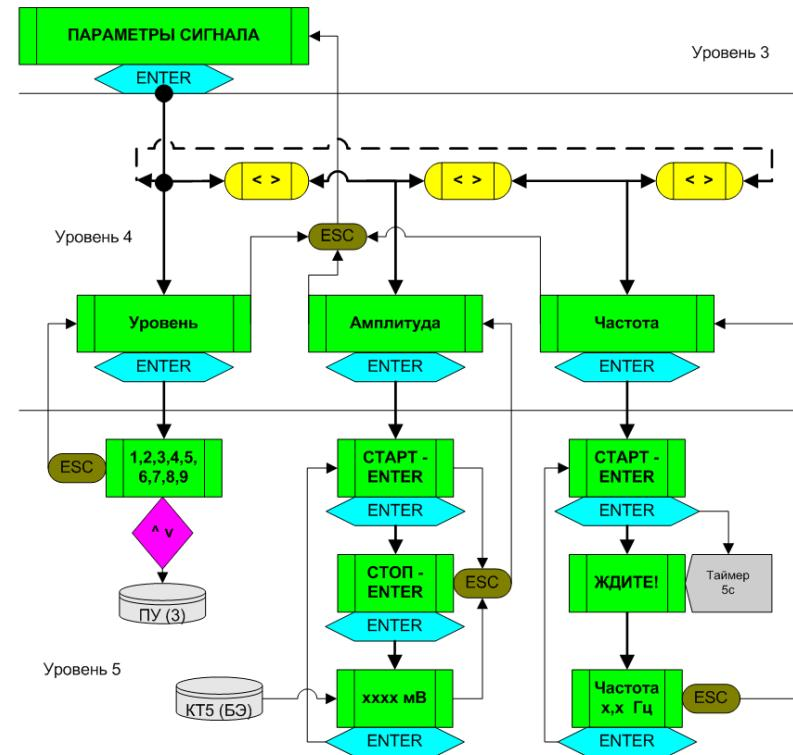

Рис. 3.2. Структурная схема раздела «ПАРАМЕТРЫ СИГНАЛА» системного меню ПУ
2.2.2.4. Раздел «ПАРАМЕТРЫ СИГНАЛА» при нажатии клавиши «ENTER» переходит в 3 подраздела (4-й уровень системного меню): «Уровень», «Амплитуда», «Частота». Переход между подразделами осуществляется с помощью клавиш «→» или «←». Переход на более высокий уровень осуществляется с помощью клавиши «ESC». На рис. 3.2. представлена структурная схема раздела «ПАРАМЕТРЫ СИГНАЛА».
Для измерения резонансной частоты в системном меню (основного уровня) предусмотрен раздел «ПАРАМЕТРЫ СИГНАЛА», в который входят 3 подраздела (рис. 3.2.). Процесс измерения начинается с подраздела «Амплитуда», в котором измеряется амплитуда шума в КТ5 при текущем (штатном) состоянии СЗ (в отсутствии воздействий). Затем в подразделе «Уровень» выставляется порог дискриминации значимого сигнала (помехи), превышающий амплитуду шума. И, наконец, в подразделе «Частота» определяется искомая резонансная частота СЗ.
2.2.4.3. В разделе системного меню «ПАРАМЕТРЫ СИГНАЛА» (рис. 3.2.) нажать клавишу «ENTER» и войти в подраздел «Уровень», перейти (с помощью клавиши «→») в подраздел «Амплитуда».